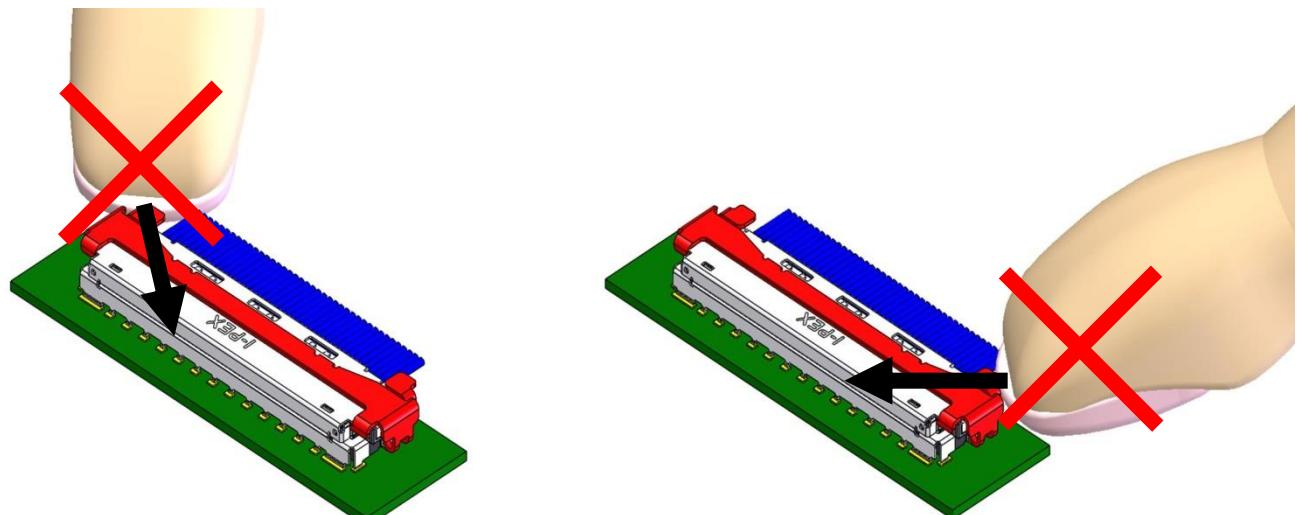

Fig.27
- ・LOCK COVERを解除する際に指ひっかけ部の操作方向を Fig.27 のように、過度に外側から内側に力を掛けて解除しようとすると LOCK の解除に必要な力が大きくなり、最悪の場合コネクタに破損が生じる可能性があるため、行わないでください。